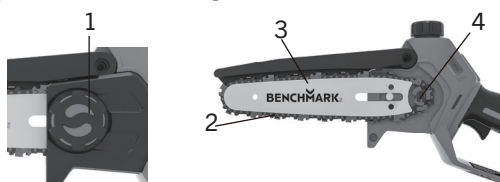

FIG. 11
3. Tournez le bouton du couvercle de pignon (1) dans le sens inverse des aiguilles d'une montre pour desserrer la tension de la chaîne et retirer le couvercle de pignon (Fig.11).
4. Retirez la chaîne de la scie (2). Pour retirer la barre de guidage (3), soulevez-la à un angle d'environ 45 degrés. Cela facilitera le retrait de la chaîne de la scie (2) du pignon (4) (Fig.11).